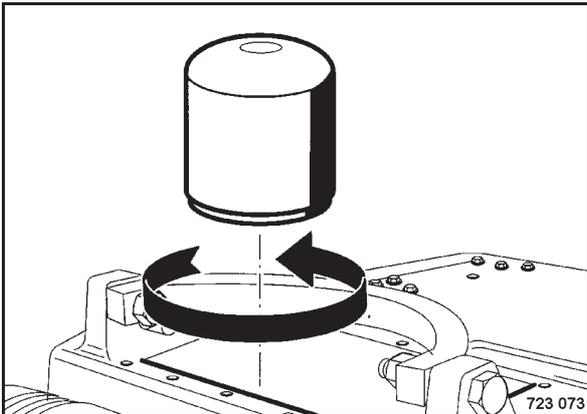

Bild 138
- Hydraulikölfilterpatrone (Bild 138) innen im Tank herausdrehen.